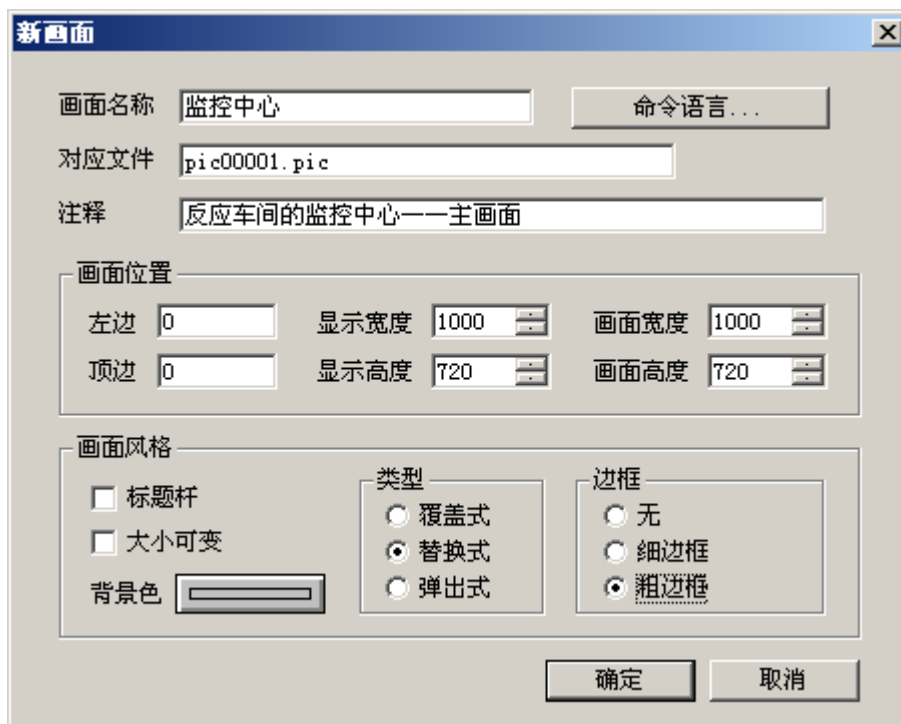

图 3-6 “新画面”对话框
(1) 建立新画面。在工程浏览器左侧的“工程目录显示区”中选择“画面”选项，在右侧视图中双击“新建”图标，弹出新建画面对话框。在对话框中可定义画面的名称、大小、位置、风格，及画面在磁盘上对应的文件名，如图 3-6 所示。单击确定后出现画面开发系统界面。